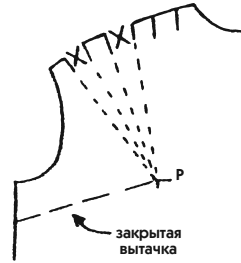

Рис. 543
2. Отрежьте кокетку. Разрежьте обе переведенные вытачки и закройте вытачку от бокового среза. Вы получили лекало, представленное на рис. 543.